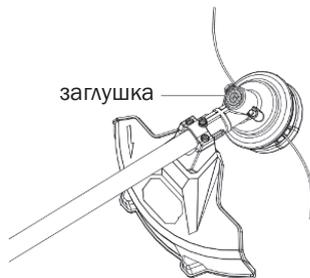

Рис. 23
- Положите триммер на бок, чтобы заглушка была направлена вверх (Рис. 23).